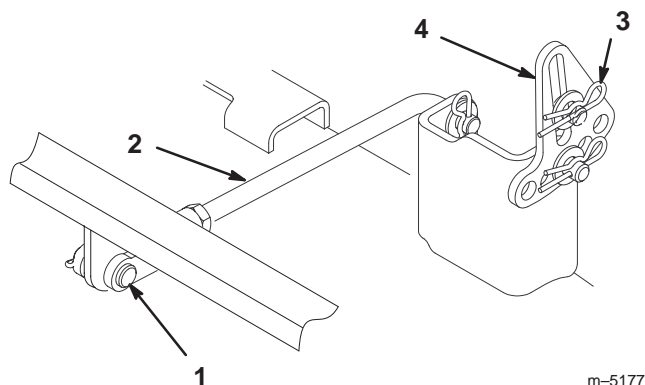

Figure 47
- Retirez la goupille fendue et l'axe de chape de la tige du tourillon arrière (Fig. 47) de chaque côté du plateau de coupe.
- Enlevez la goupille fendue et la rondelle des pattes de mise à niveau (Fig. 47) de chaque côté du plateau de coupe. Notez dans quel trou la patte de mise à niveau est montée, en prévision de la repose. Dégagez les pattes de l'axe de montage.
- Fixez le tourillon arrière à la machine à l'aide de l'axe de chape et de la goupille fendue (Fig. 47) de chaque côté du plateau de coupe.
- Glissez les pattes de mise à niveau sur les axes de montage et fixez-les à l'aide des rondelles et des goupilles fendues (Fig. 47).